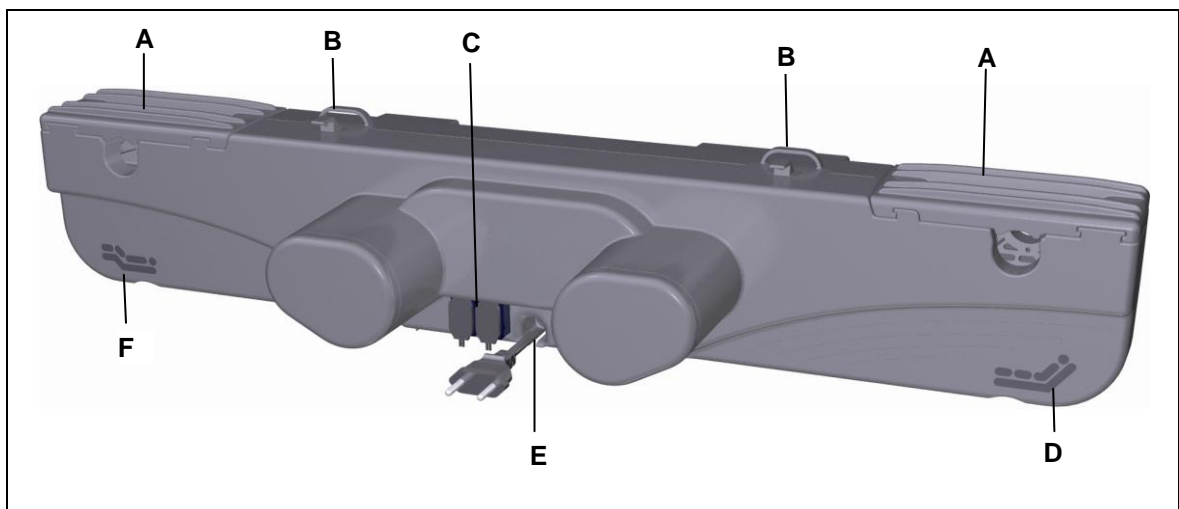

Abbildung 3 Hauptbestandteile des Doppelantriebs DUOMAT 10 (Variante: feste Netzanschlussleitung)
- 2 Ziehen Sie die Schließer (A) mit etwas Kraft seitlich komplett ab. Die Aufnahmen (B) für die Beschläge (D) werden frei.
- 3 Bringen Sie den DUOMAT 10 in die richtige Position zur Applikation. Die Aufnahmen für die Kopf- und Fußseite müssen den jeweiligen Beschlägen an der Applikation zugeordnet sein (Symbole am DUOMAT 10 siehe Abbildung 3).
- 4 Schieben Sie den Antrieb mit den Aufnahmen (B) auf die Beschläge (D).
- 5 Schieben Sie die Schließer (A) wieder auf den Antrieb, bis sie einrasten. Der DUOMAT 10 ist fest mit der Applikation verbunden.